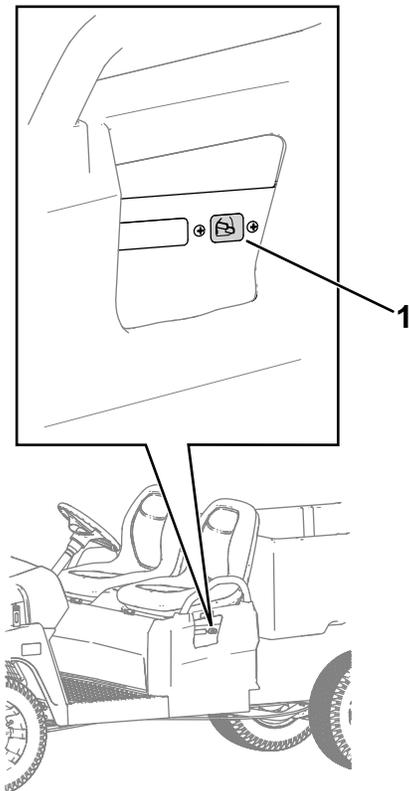

図 28
1. マシン充電器の出力部に電源コードを接続する **図 28**。